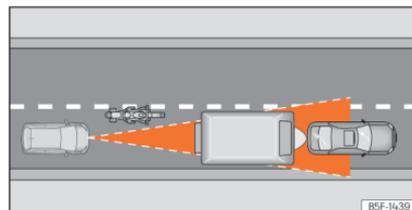

Fig. 107 Motociclo que circula à frente, fora do raio de alcance do sensor de radar.
- Veículos que circulem desalinhados ou fora da zona de deteção do sensor, por exemplo, motociclos »» Fig. 107.